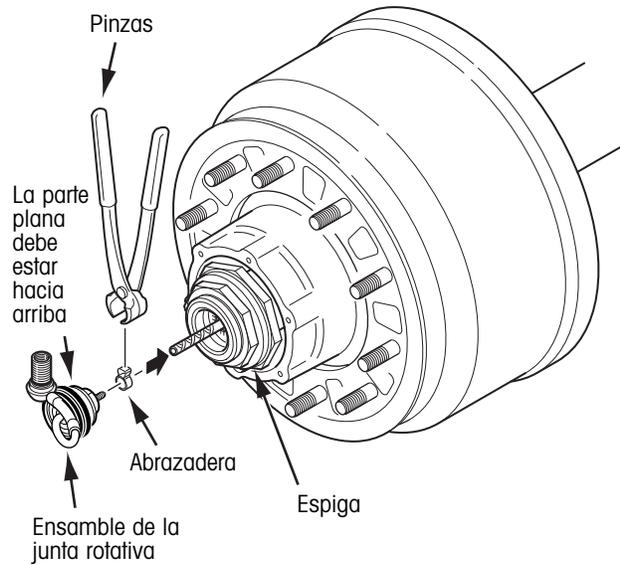

Figura 36. Instalación de la junta rotativa
1. En un lado del eje, coloque la abrazadera en la manguera de metal trenzado que sale de la espiga (figura 36).